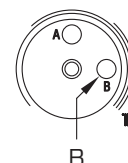

Рис. 5
- 1) Поворачивайте до конца против часовой стрелки триммер регулировки мощности отопления (В - Рис. 5); вентилятор должен быть на минимуме оборотов.